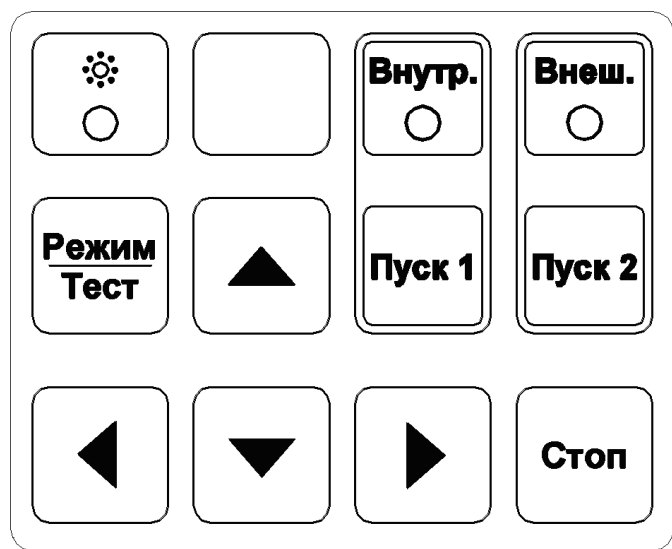

Рисунок 2. Вид клавиш управления
- 1.5.3.9 На лицевой панели блока управления термостата располагаются жидкокристаллический индикатор 2x16 символов, клавиши управления и индикаторные светодиоды, отражающие режимы работы (рисунок 2).